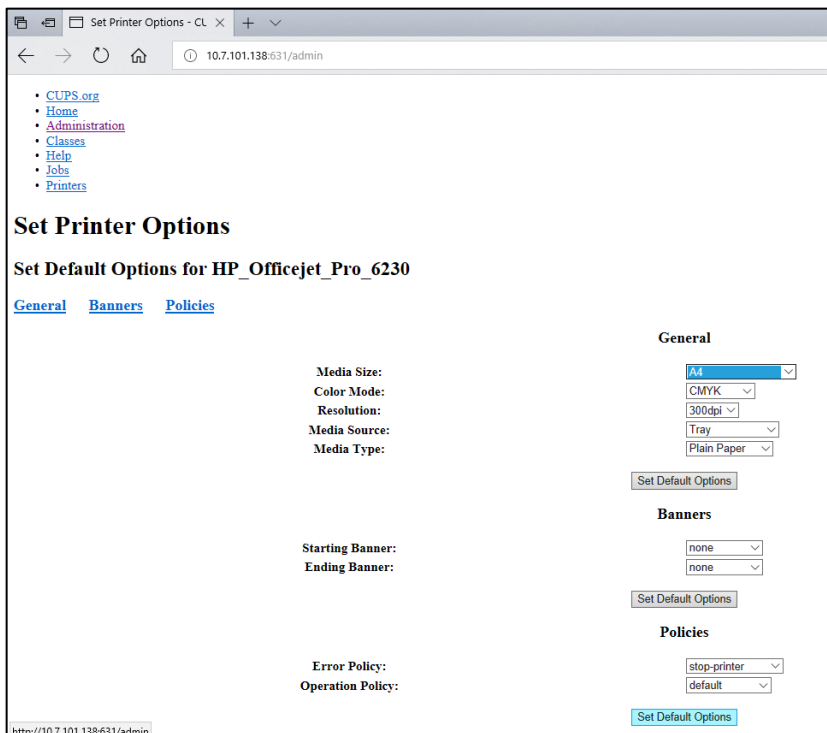

Figure 104. Sélection de la bonne Media Size (Taille de média).
7. Sélectionnez la bonne Media Size (Taille de média, comme « A4 »), car certaines imprimantes n'impriment pas si le format de papier est incorrect. Ensuite, enregistrez la sélection en appuyant sur **Set Default Options** (Configurer les options par défaut) (figure 104).